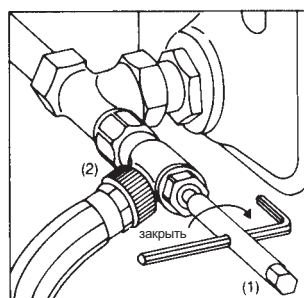

Рис. 7
- 4.2 После заполнения шестигранный ключ SW 10 (1) снова вставить в инструмент для заполнения и слива (2) и закрыть вставку поворотом вправо (рис. 7).